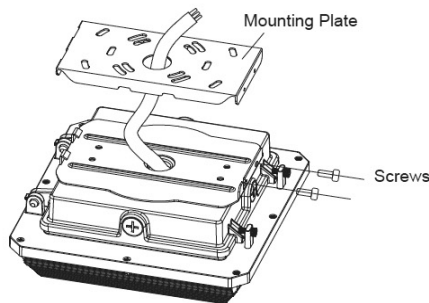

Figure 3-1
1. Loosen screws with screwdriver, and detach the mounting plate. Figure 3-1
1. Desserrez les vis à l'aide d'un tournevis et détacher la plaque de montage. Figure 3-1